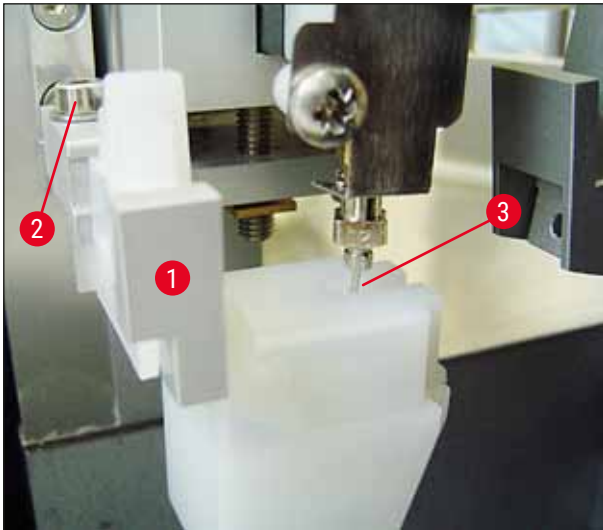

Fig. 23
2. Para hacerlo, desatornillar el tornillo (→ Fig. 23-2) con la llave hexagonal del n.º 3 (→ Fig. 22-5) y alinear el elemento de limpieza de la aguja dispensadora desplazando la escuadra (→ Fig. 23-1) lateralmente hasta que la aguja dispensadora (→ Fig. 23-3) se sitúe en la posición correcta en medio del puerto de limpieza (→ Fig. 23).